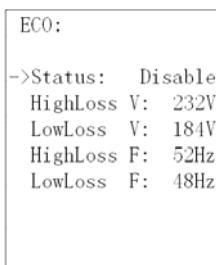

Рисунок 22 – Внешний вид вкладки «ECO» пункта меню «Setting»
• «ECO» - установка параметров режима экономии энергии (рисунок 22):